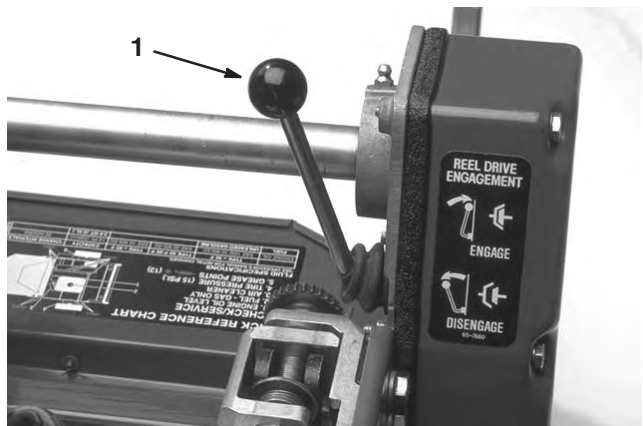

Figure 21
### Levier de commande de cylindre (Fig. 21)
1. Vérifiez que les leviers de commande de transmission aux roues (Fig. 20) et de cylindre (Fig. 21) sont en position de débrayage.